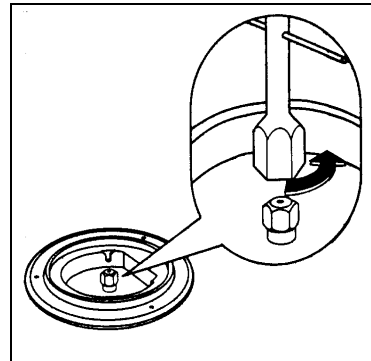

fig. 13
- Se deșurubează ajutorajele (fig.13) cu ajutorul unei chei tubulare de 7 mm și se înlocuiesc cu cele corespunzătoare gazului utilizat și tipului de arzător (conform tabelului de ajutoraje).